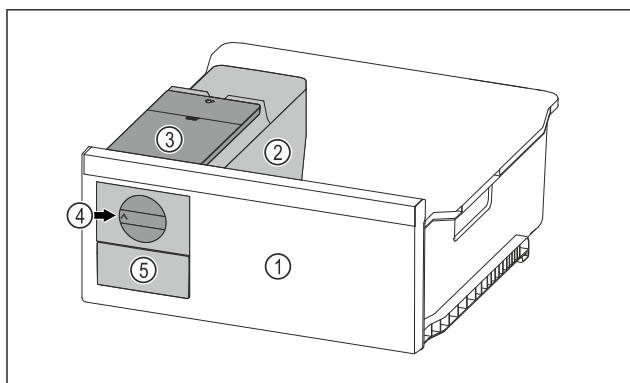

Fig. 102 Ilustrační zobrazení
- ▶ Otočte otočný knoflík Fig. 102 (4) ve směru hodinových ručiček až na doraz.
- ▶ Kostky ledu padají z misky na kostky ledu do zásuvky na kostky ledu *Fig. 102 (5)*.